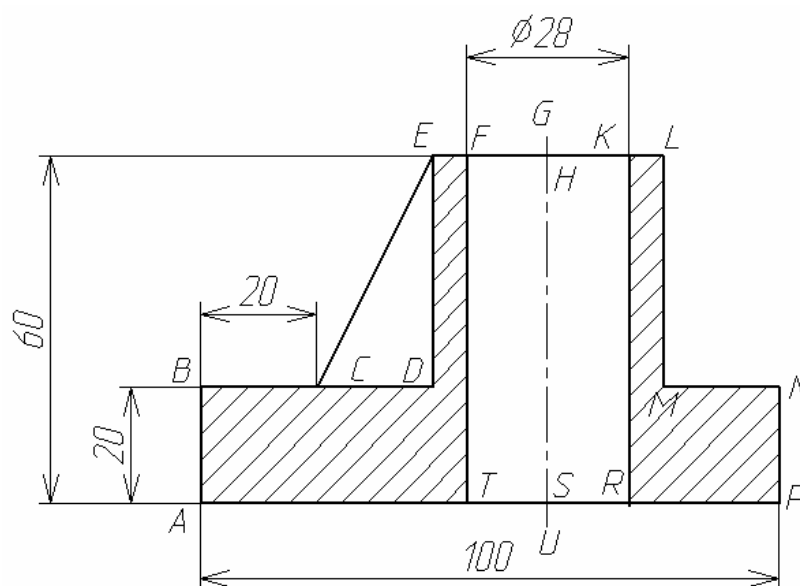

Рис. 13. Главное изображение
Сформируем главное изображение (рис. 13), составленное из отрезков.
**Построение горизонтальных и вертикальных отрезков.** Построим на слое **0** линии видимого контура главного изображения (см. рис. 13) без отрезка **СЕ**.
3. На первый запрос в командной строке **Первая точка**: переместим курсор приблизительно в т. **А** (найдите ее на рис. 13) и щелкнем левой кнопкой мыши для ее фиксации.
Для построения границ отверстия диаметром 28 мм (см. рис. 13):